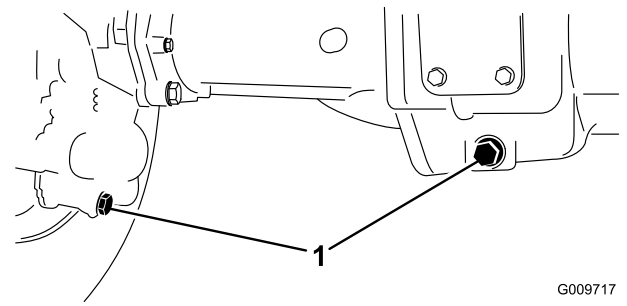

図 67
2. ドレンプラグ (図 67 ; 左右端に 1 個と中央に 1 個、全部で3個ある) の周辺をきれいに拭く。